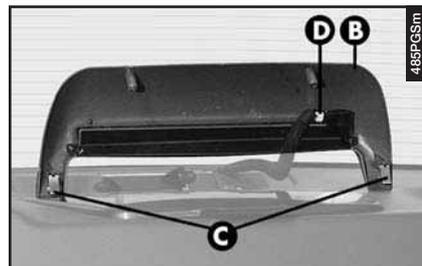

fig. 64
– Svitare le due viti che fissano il gruppo ottico (B-fig. 64) e rimuoverlo svincolando le due mollette (C).
– Scollegare il connettore (D-fig. 64) del gruppo ottico.
– Collegare il connettore (D-fig. 64).
– Riposizionare correttamente il gruppo incastrando prima le due mollette (C-fig. 64) ed avvitando poi le viti di fissaggio.